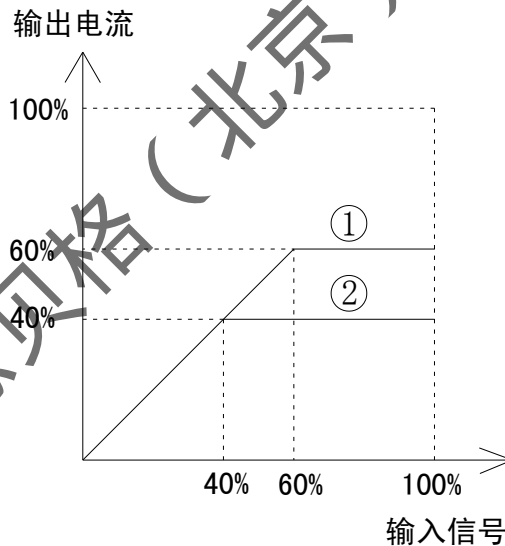

图 9
- 5) 限流特性如图 9 所示。限流有效区间 40%-100% 图 9 中①所示电流限制值是最大电流的 60%；图 9 中②所示电流限制值是最大电电流的 40%。